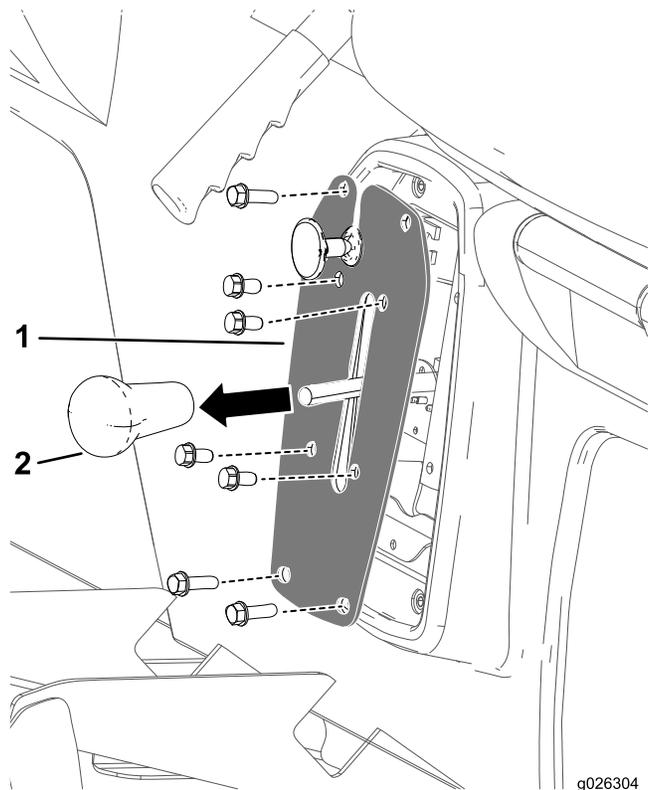

Bild 41
1. Nehmen Sie das Handrad vom Ganghebel ab (Bild 41).
2. Entfernen Sie die vier Schrauben, mit denen die Gangschaltungsplatte an der Gangschaltungshalterung befestigt ist (Bild 41).
3. Entfernen Sie die vier Schrauben, mit denen die Gangschaltungsplatte am Sitzunterteil befestigt ist, und nehmen Sie die Gangschaltungsplatte ab (Bild 41).
- Schrauben Sie das Handrad auf den Ganghebel und ziehen es mit der Hand an (Bild 41).